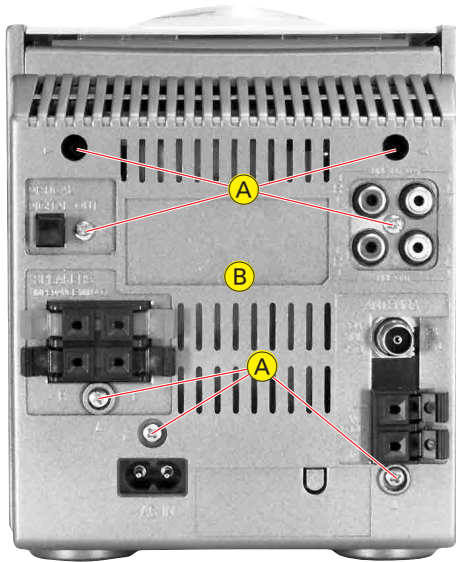
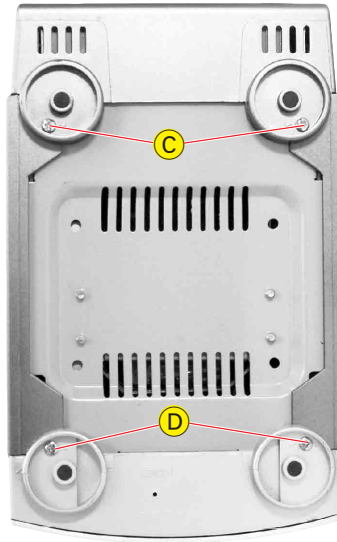
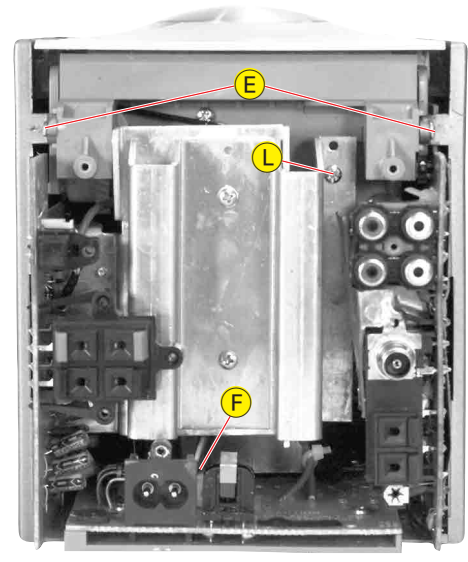

Fig. 1
Fig. 2
Fig. 3
- 7 Schrauben (A) (Fig. 1) und 2 Schrauben (C) (Fig. 2) herausdrehen.
- Rückwand (B) abziehen.
- 2 Schrauben (D) (Fig. 2) und 2 Schrauben (E) (Fig. 3) herausdrehen.
- Stecker (F) (Fig. 3) abziehen.
- Unplug connector (F) (Fig. 3).
- Schraube (L) (Fig. 3) herausdrehen.
- Undo screw (L) (Fig. 3).